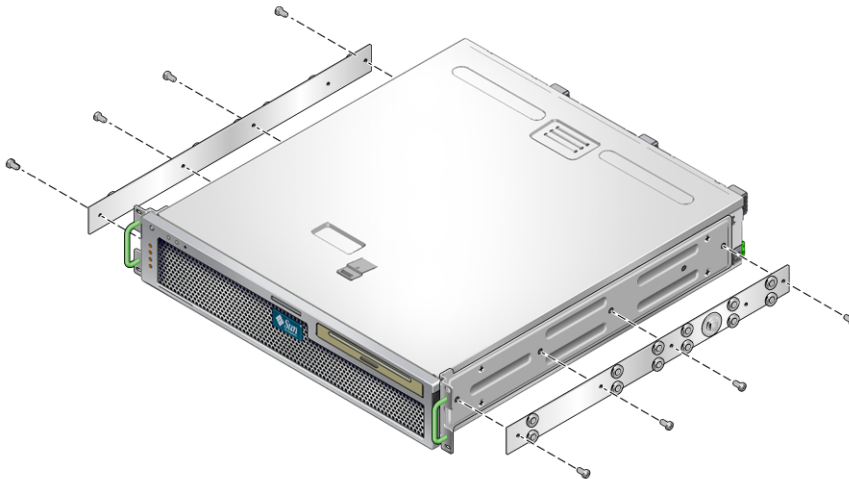

FIGURE 3-9 Fixation des patins au châssis du serveur
5. À l'aide de huit vis cruciformes à tête cylindrique M4 × 0,5 × de 5 mm du kit de montage en rack (quatre pour chaque côté), vissez chaque patin sur le côté du châssis du serveur (FIGURE 3-9).